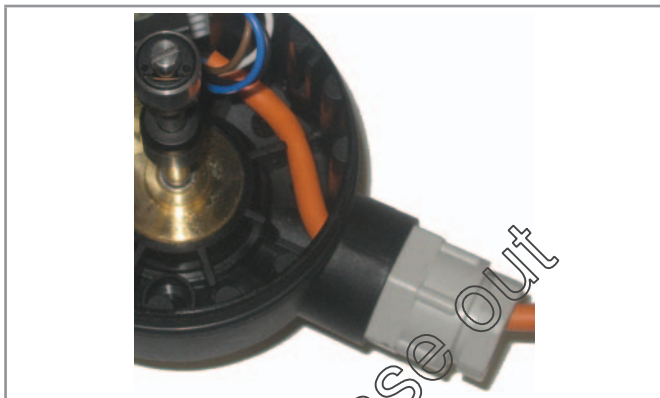

Fig. 6 : Position finale du câble
- Une fois l'appareil câblé, bloquer le câble pour qu'il n'entrave pas la mobilité de la tige de recopie, en l'insérant dans les encoches prévues à cet effet dans le fond du boîtier, comme l'indique la „Fig. 6“ ci-dessous :